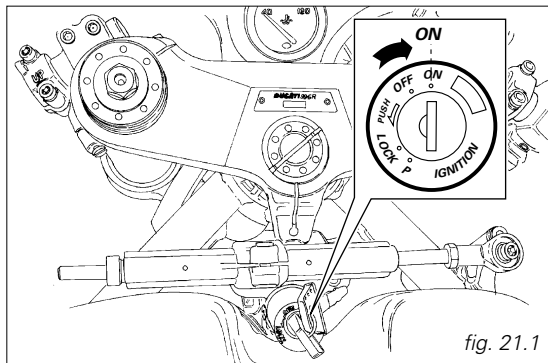

fig. 21.1
1) Posicionar el interruptor de encendido en **ON** (fig. 21.1). Controlar que el indicador verde **N** y rojo  ubicados en el salpicadero se encuentren iluminados.